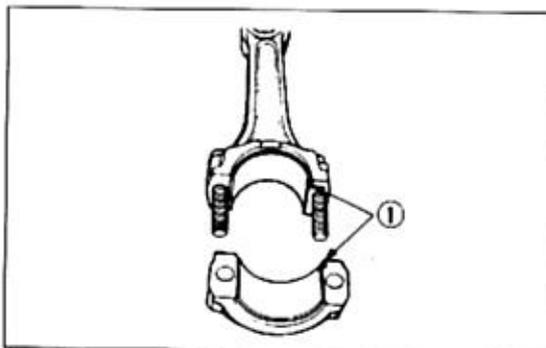

Bild 147
● Beim Einsetzen der Lagerschalen zuerst Anschlag ① Bild 147 einsetzen und dann anderes Ende eindrücken.
● Haltenasen der Lagerschalen in entsprechende Nuten der Pleuelstangen und Lagerdeckel einpassen und Schalen von Hand eindrücken (Bild 147).